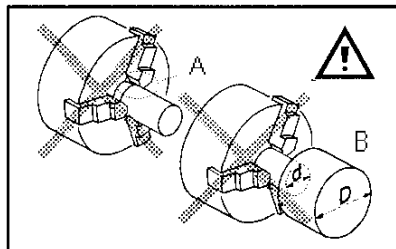

Fig 13
Vermeiden Sie kurze Einspannlängen (A, Fig 13) oder das Spannen auf einem kleinen Durchmesser (B).